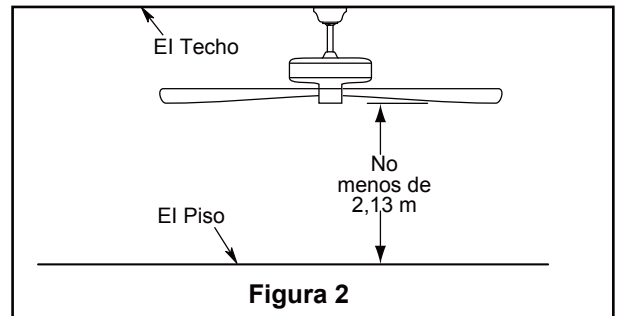

Figura 2
### Uso de perfil profundo (Figura 2)
2. Retire el clip de horquilla y pasador de horquilla de la parte inferior de la bola para colgar. Retener el pasador y clip para la reinstalación en el paso 4. (Figura 2)
Debe colgar el ventilador a una distancia mínima de 2,13 m desde las aspas hasta el piso. (Figura 2)
1. Deslice el receptor en el soporte del colgador se muestra en la Figura 2.